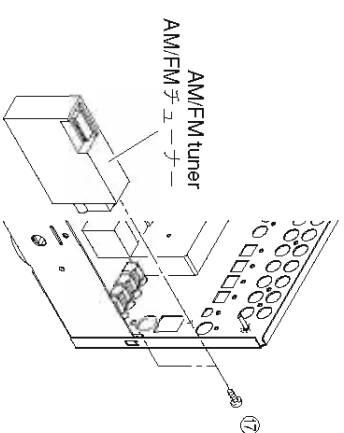
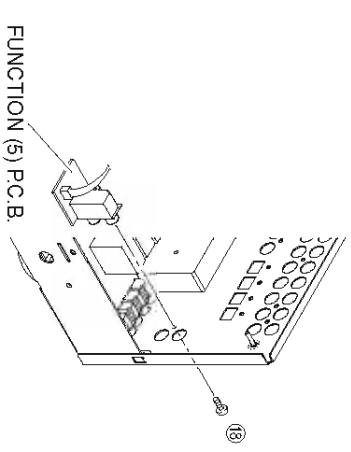

Fig. 7
Fig. 8
- a. Remove 2 screws (17). (Fig. 7)
- b. Remove the AM/FM tuner. (Fig. 7)
- a. ⑰のネジ2本を外します。(Fig. 7)
- b. AM/FMチューナーを取り外します。(Fig. 7)
9. **Removal of FUNCTION (5) P.C.B. (B model)**
- a. Remove screw (18). (Fig. 8)
- b. Remove the FUNCTION (5) P.C.B.. (Fig. 8)